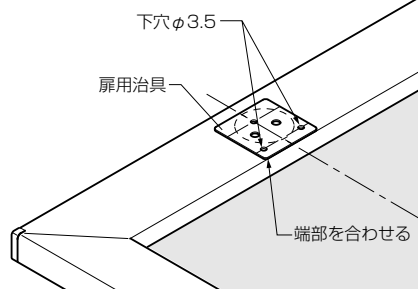

図2
②扉用治具を使用して裏面よりφ3.5の下穴をあけてください。(図2)